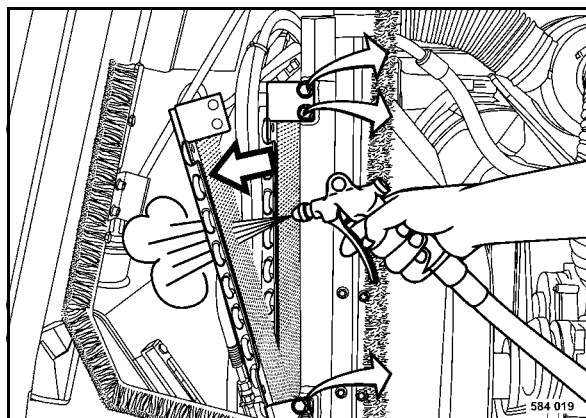

fig. 117
- Dévisser les vis de fixation du condensateur (fig. 117) puis le rabattre vers l'avant.